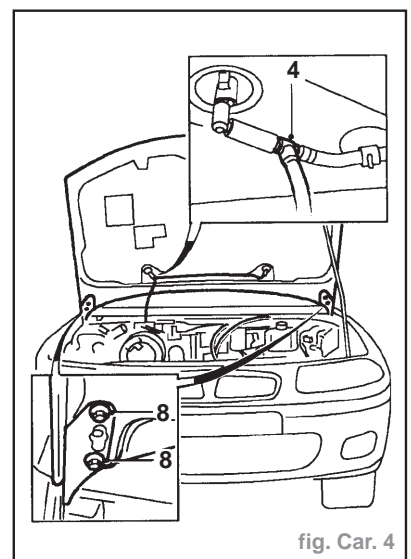

fig. Car. 4
- Débrancher le tube de lave-glace du raccord en T (4) (fig. Car. 4).